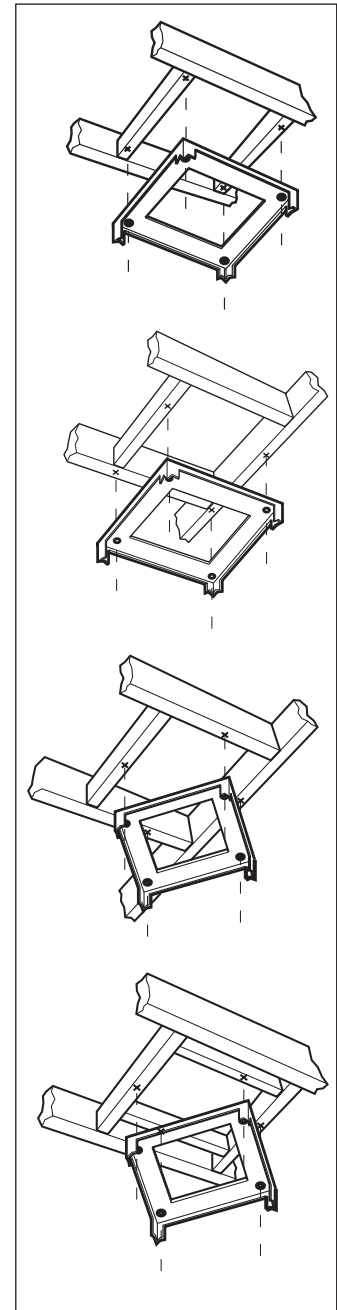

FIG.2
2. Retirez et conservez le gabarit. Découpez et retirez la cloison sèche du plafond. Installez des pièces de bois 2 x 4 po d'une longueur suffisante entre les poutrelles afin de disposer de points de montage pour la cheminée, tel qu'illustré à la figure 2. Utilisez le gabarit pour les dimensions et le dégagement requis.
Prenez soin de bien fixer les pièces de bois en vous assurant qu'elles soient de niveau. Consultez un professionnel si vous éprouvez des difficultés ou si votre installation présente certaines particularités. Consultez le gabarit et la figure 2.